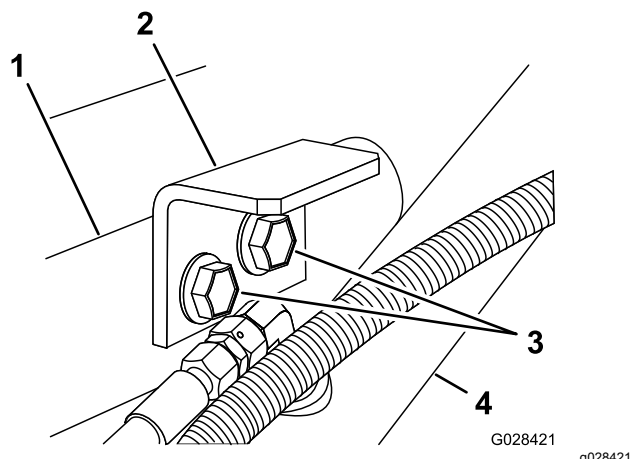

図 7
3. ホールドダウンブラケットを支持ブラケットとフレームに組み付ける; ステップ 1 で外したフランジヘッドボルト2本とフランジロックナットを利用する 図 7。